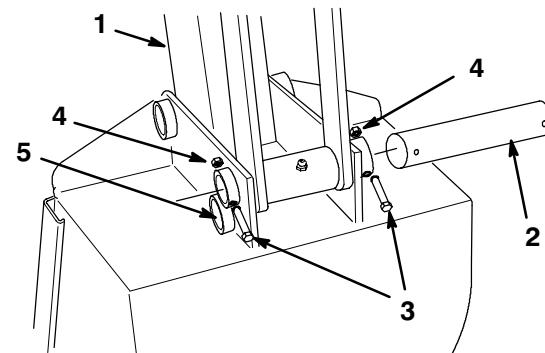

Abbildung 27
1. Die Schrauben und Muttern entfernen, mit denen der obere Löffelstift befestigt ist (Abb. 27).
3. Den Löffel hochschwenken und dabei die zweite Lochreihe auf die Montagelöcher an der Löffelstange ausrichten (Abb. 27).